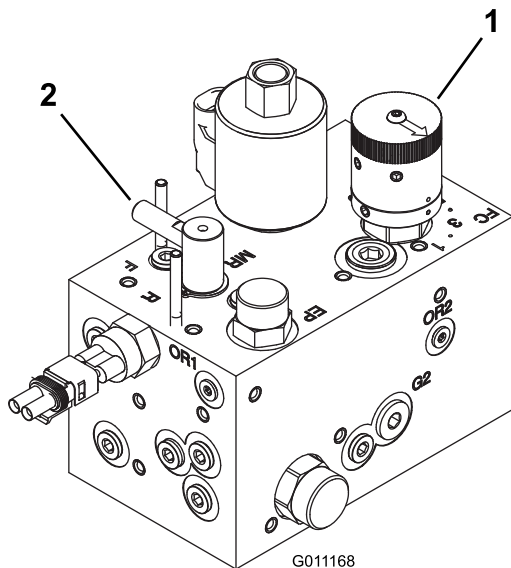

Figura 77
3. Ruotate il controllo lappatura nella posizione di lappatura (R). Girate il comando di velocità dei cilindri in posizione 1 (Figura 77).